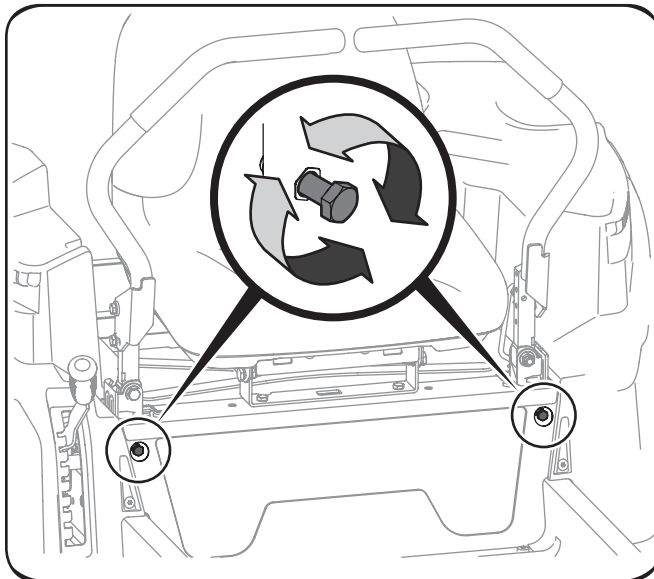

Figura 6-7
2. Localice los tornillos de ajuste del tope de la palanca de control de la unidad en la parte delantera del bastidor del asiento. Vea la Figura 6-7.